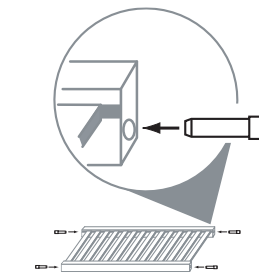

FIG. 8.0
1. Insérer les supports à leur place sur les tablettes (G). (Fig. 8.0)
2. Pour les tablettes (G) obtenues des longueurs coupées, utiliser les conseils de perçage inclus. (Voir les conseils de perçage des trous situés sur la page des pièces.)